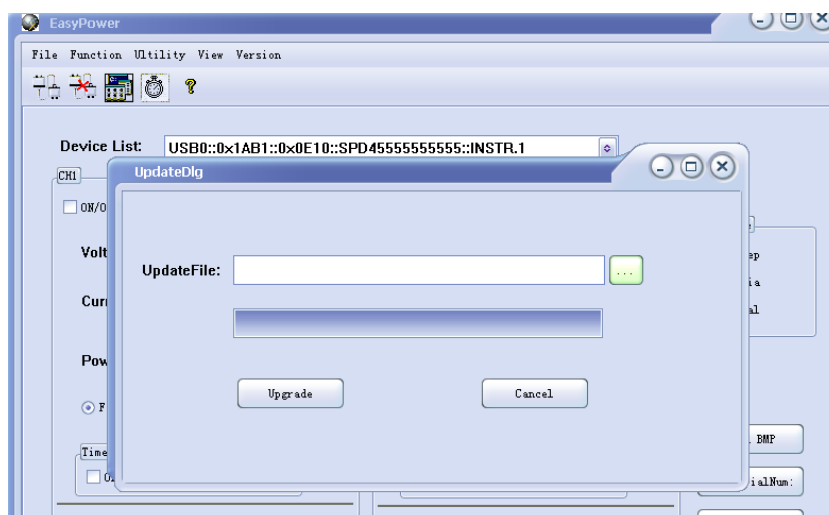
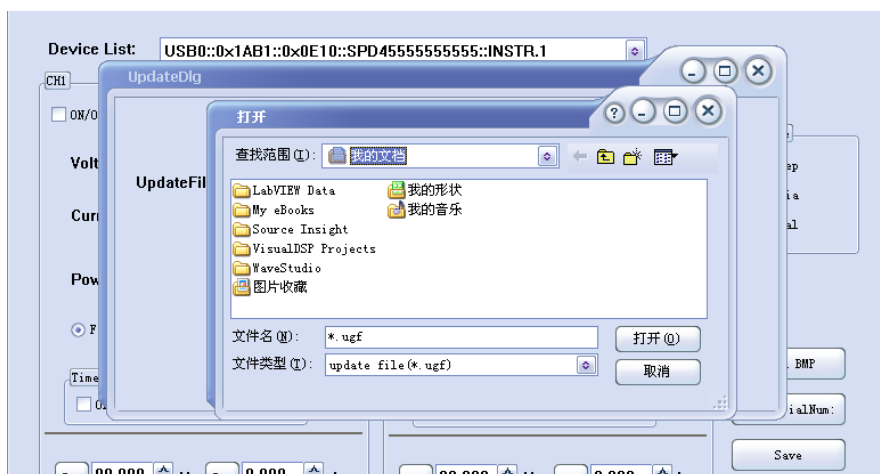

图 2
图 3
- (3) 固件升级的对话框如图2所示，点击文件选择对话框 ，会弹出如图3所示的对话框，可以选择要升级的文件，文件名的后缀名为.ugf。